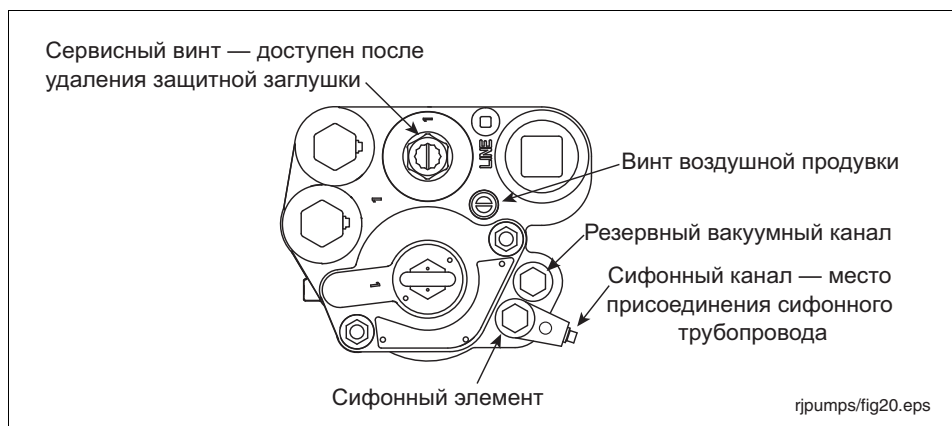

Рис. 19. Присоединение сифонной линии
Сифонный канал для ПТН Red Jacket представляет собой сифонный узел, устанавливаемый в один из вакуумных каналов (см. рис. 19). Ослабив верхнюю шестигранную головку, выход канала можно повернуть для соединения со входящей сифонной трубкой. Установив сифонный узел в нужное положение, закрутите его с моментом 15–30 фут-фунт силы (20–41 Н·м).
2. Поверните винт воздушной продувки на 2–3 оборота против часовой стрелки (см. рис. 19).